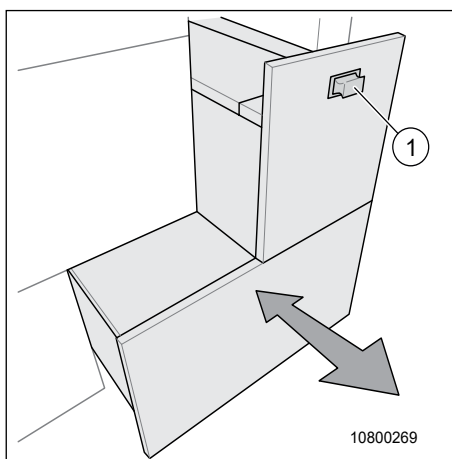

Fig. 69 Retirer le marche-pied
5. Ouvrir la fermeture push-lock (Fig. 69, pos. 1) (voir la section 6.13.1).
5. Fermer la fermeture push-lock (Fig. 69, pos. 1) (voir la section 6.13.1).